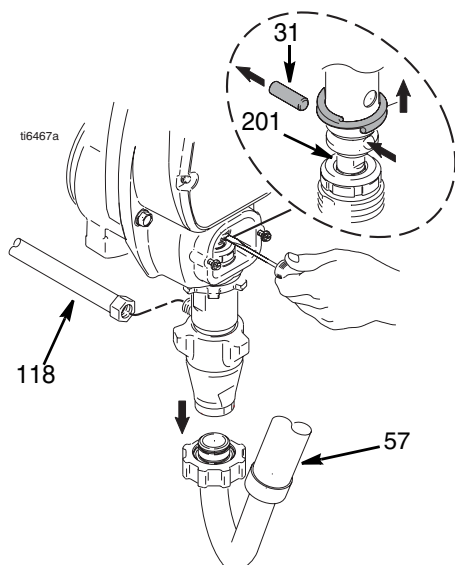

Рис. 16
3. Рис. 16. Остановите насос так, чтобы шток поршня (201) занял самое нижнее положение.
5. Рис. 16. Снимите шланг (118) и всасывающий шланг (57). Воспользуйтесь отверткой; снимите стопорную пружину; вытащите шпильку (31).